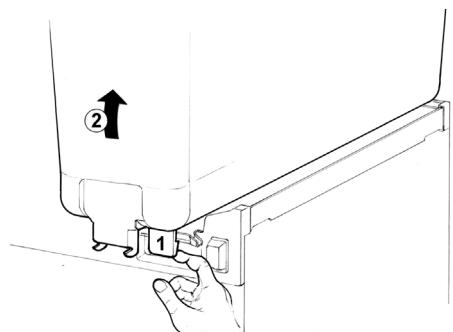

figure 1
**2 Enlever le réservoir vide en le levant du côté antérieur et en le défilant de son joint (voir figure 1).**